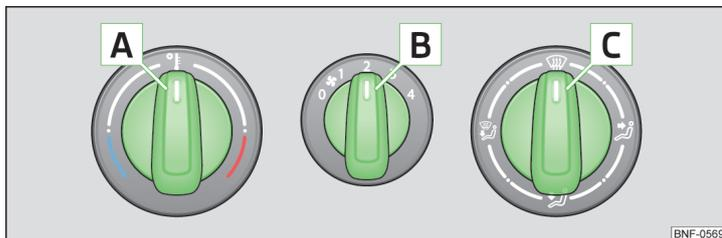
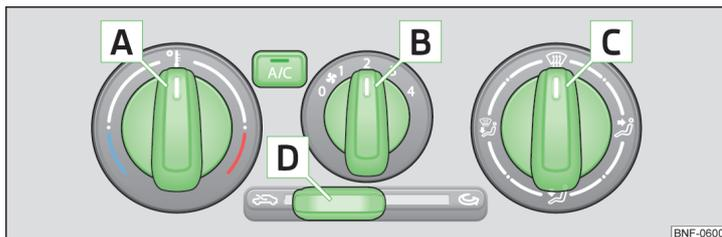

Fig. 75 Éléments de commande du chauffage
Fig. 76 Éléments de commande du climatiseur
Fonctions des différents éléments de commande » fig. 75 et » fig. 76
- Pour **activer** le recyclage de l'air ambiant, déplacez le sélecteur coulissant **D** en position » fig. 76 à la page 71.